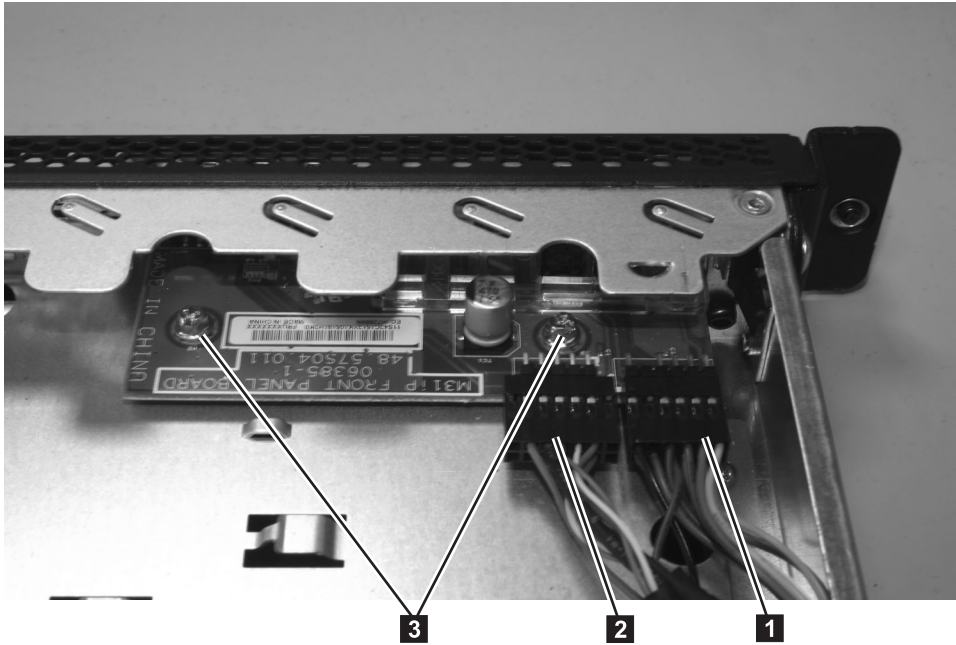

図 223. SAN ボリューム・コントローラー 2145-8A4 オペレーター情報パネル
1. 264 ページの図 223 に示すように、ライト・パネル・ケーブル **1** および前面 USB ケーブル **2** をオペレーター情報パネル・ボードに接続します。